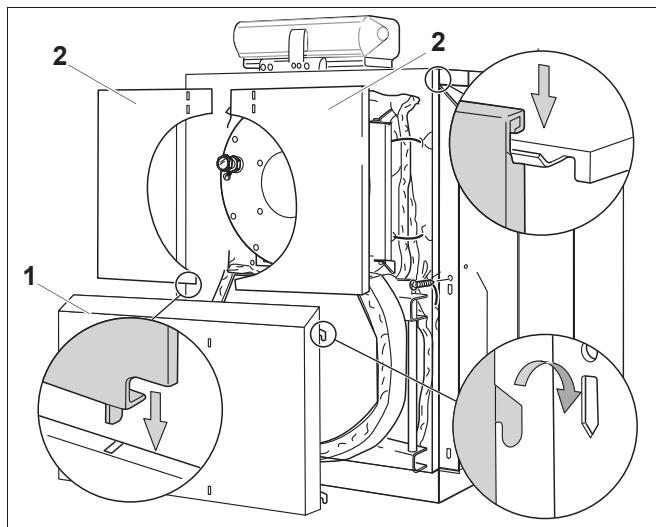

Рис.31 Передние стены
- ▶ Вставьте отбортовку нижней передней стенки за цокольную планку и подвесьте на 2 крюка в шлицах отбортовки боковых стенок (рис. 31).